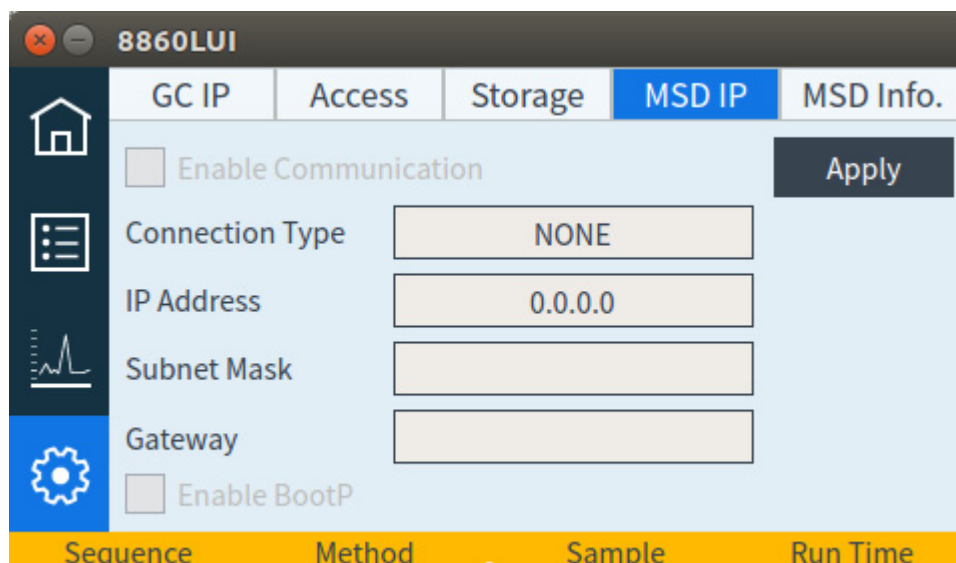

Figura 14. Página de configurações do MSD do detector
- 1 Na touchscreen, selecione a página de configurações e, em seguida, a guia de configuração do MSD. Consulte **Figura 14**.